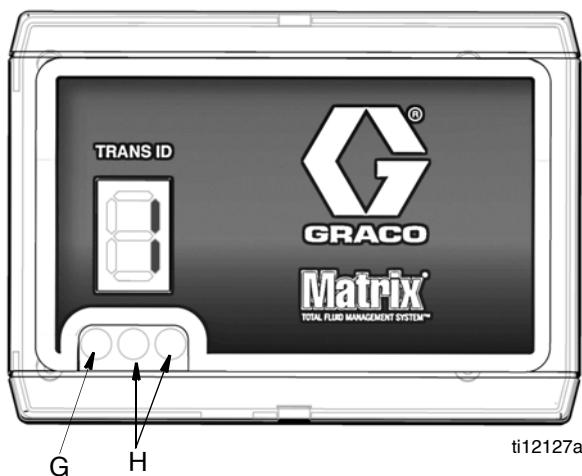

Рис. 7
- Зажжется зеленый индикатор питания (G), указывающий, что приемопередатчик включен. См. Рис. 7.